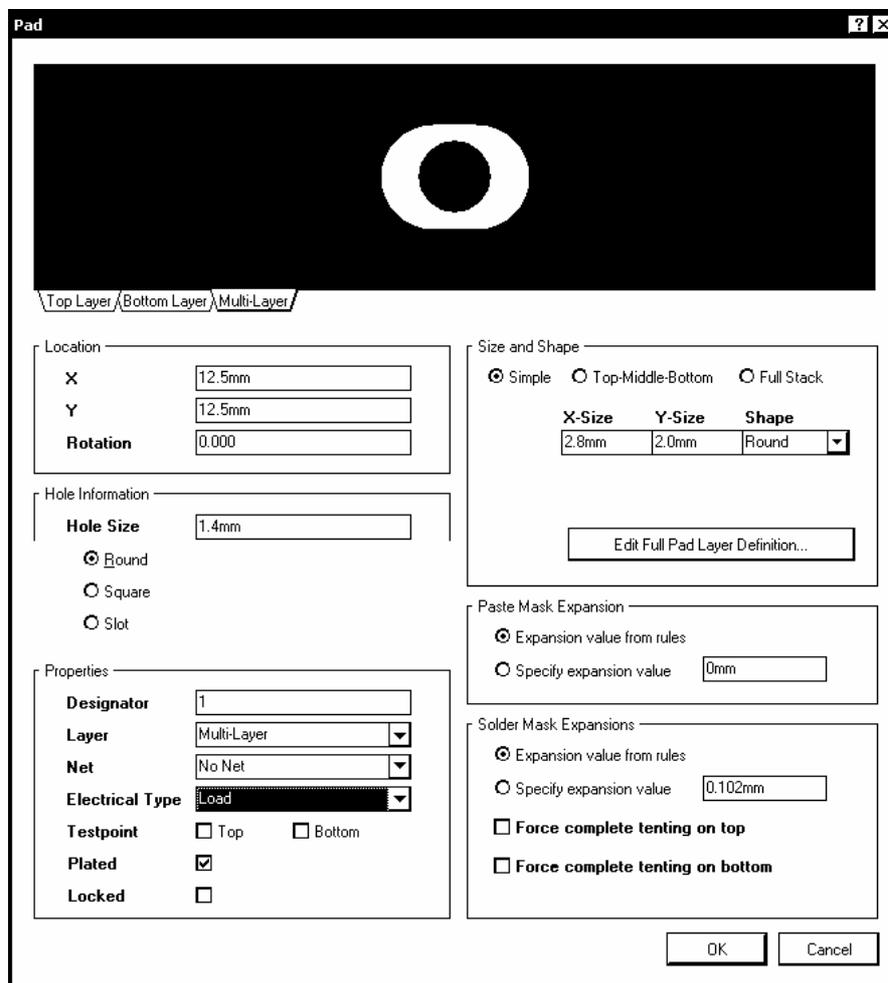

Рис. 3.12
1. Активизировать команду главного меню Place>>Pad (горячие клавиши P, P). Перед тем, как фиксировать плавающую за курсором контактную площадку (КП) на поле графического редактора, вызвать клавишей Tab диалог редактирования ее параметров. Открывается диалоговое окно свойств контактной площадки, Pad (рис. 3.12).
В структуру контактной площадки входят две маски – Solder Mask – маска для защиты печатных проводников от воздействия влаги и перетекания припоя при монтаже и Paste Mask – маска, по форме окон в которой выполняется трафарет для нанесения припойной пасты перед пайкой поверхностно-монтируемых (SMD) компонентов. Маски формируются на верхней и нижней сторонах платы. При настройке параметров КП есть возможность указать величину отступа краев отверстий в каждой из масок от края площадок металлизации на наружных слоях. Настройка выполняется в полях диалогового окна, рис. 3.12.